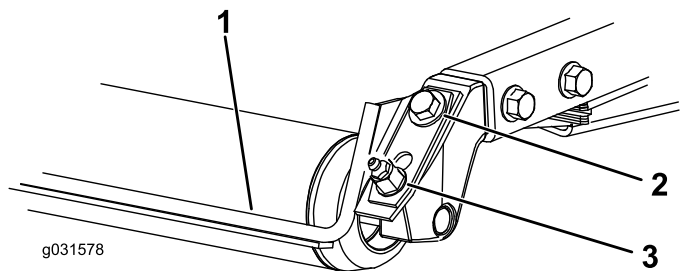

Figura 8
1. Povolte maznici a montážní šroub (Figura 8).